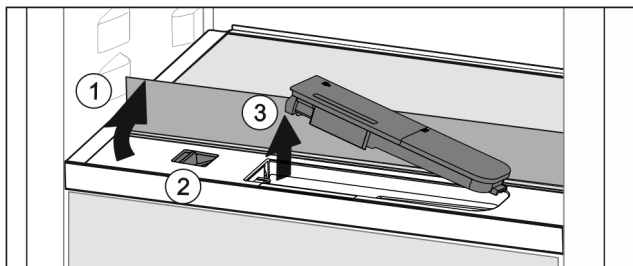

Fig. 49
- ▶ Soulever la tablette et la rabattre vers l'arrière jusqu'à la butée Fig. 49 (1).
- ▶ Pousser le curseur Fig. 49 (2) vers la gauche.
- ▶ Sortir le filtre à eau Fig. 49 (3).